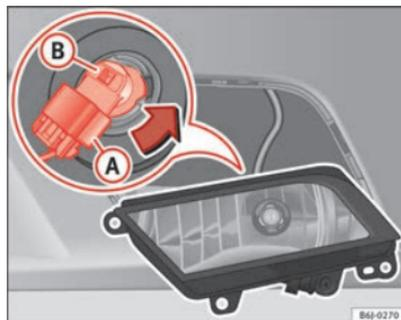

Fig. 161 Projecteur antibrouillard
- Retirez le connecteur ⇒ fig. 161 **A** de l'ampoule.
- Tournez le support d'ampoules ⇒ fig. 161 **B** vers la gauche puis tirez.